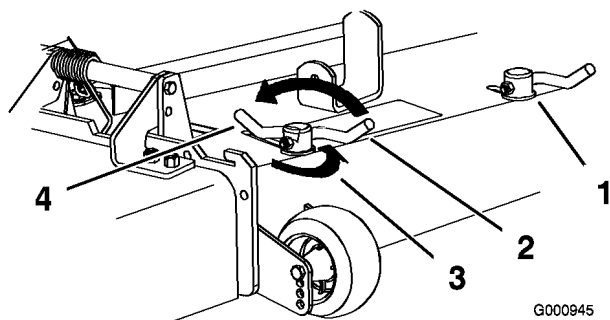

Figure 21
3. Pour régler les verrous à came, soulevez le levier pour desserrer le verrou (Figure 21).
5. Repoussez le levier à sa position d'origine pour serrer le déflecteur et les verrous (Figure 21).